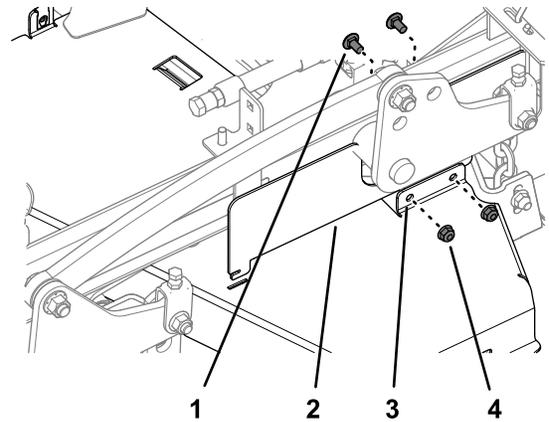

Figura 36
3. Rimuovete i 2 bulloni a testa tonda e i 2 dadi di bloccaggio che fissano la protezione CE del lato sinistro al copricinghia sinistro (Figura 36).